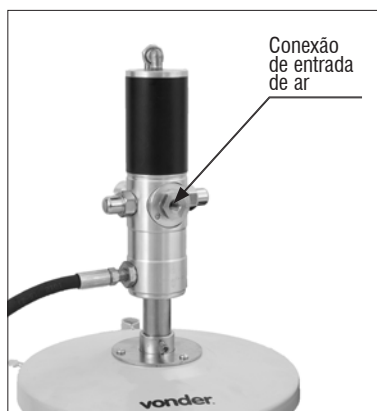

Fig. 6 – Linha de ar
- Com a rede de ar desligada, conecte a mangueira de ar comprimido na conexão de entrada de ar da bomba (Fig. 6).